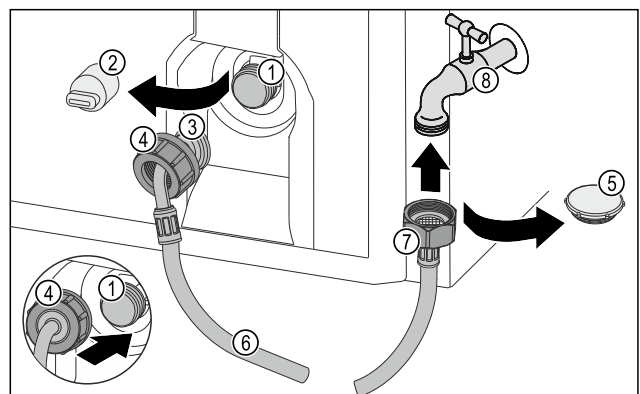

Fig. 15
- ▶ Távolítsa el a zárósapkát Fig. 15 (5).
- ▶ Helyezze fel az egyenes tömlővégét Fig. 15 (7) a vízcsapra Fig. 15 (8).
- ▶ Az óramutató járásának irányában húzza meg az anyát az egyenes tömlővégen Fig. 15 (7).